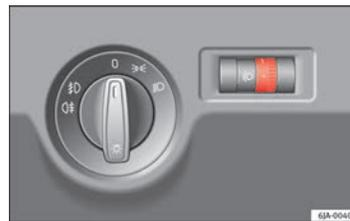

Fig. 57 Quadro strumenti: regolazione profondità dei fari
- Ruotare l'interruttore ⇒ fig. 57, fino ad ottenere la profondità delle luci desiderata.